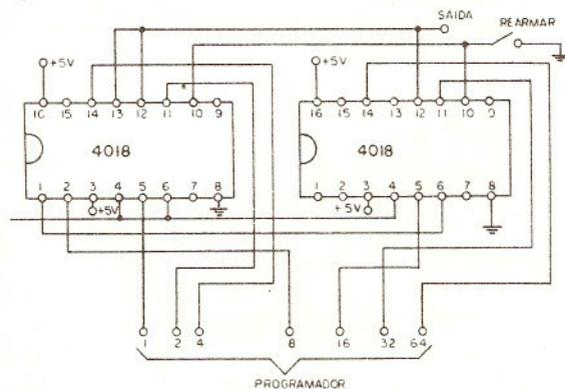

Figura 8
Como primeiro circuito, na figura 8 damos um divisor de freqüência que pode ser programado para qualquer inteiro entre 1 e 256, utilizando como base dois integrados MC4018 ou 74418.
- O capacitor C1 da figura 8, pág. 6 deve ser invertido